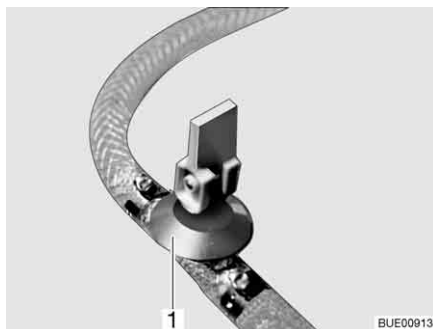
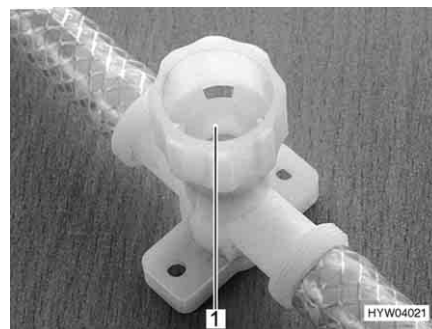

Bild 229 Ablasshahn (mit Kipphebel)
Bild 230 Ablasshahn (mit Drehkappe)
- Alle Ablasshähne schließen. Dazu den Kipphebel des Ablasshahns (Bild 229, 1) waagrecht stellen oder die Kappe des Ablasshahns (Bild 230, 1) im Uhrzeigersinn drehen.